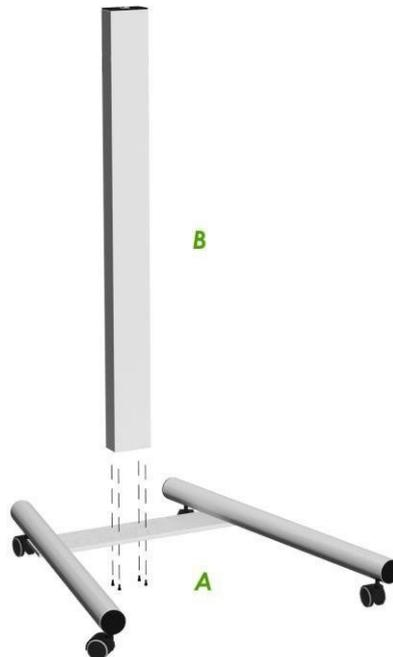

Abb. 14
- ✓ Sobald das Fahrgestell zusammgebaut ist, **(A)** ist es möglich, die vertikale Stütze **(B)** mit 4 Schrauben 6x20 daran zu befestigen, wie in Abb. 14 dargestellt.